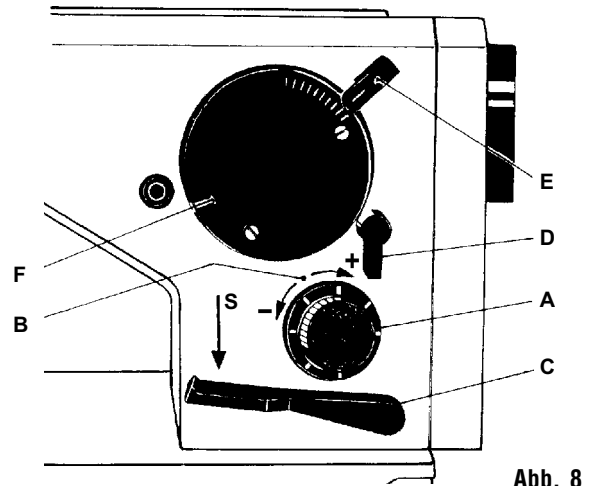

Abb. 8
6.6 Stichlängeneinstellung, Rückwärtsnähen (Abb. 8, 9)
6.7 Einstellung der Zickzackstichbreite (Abb. 8)